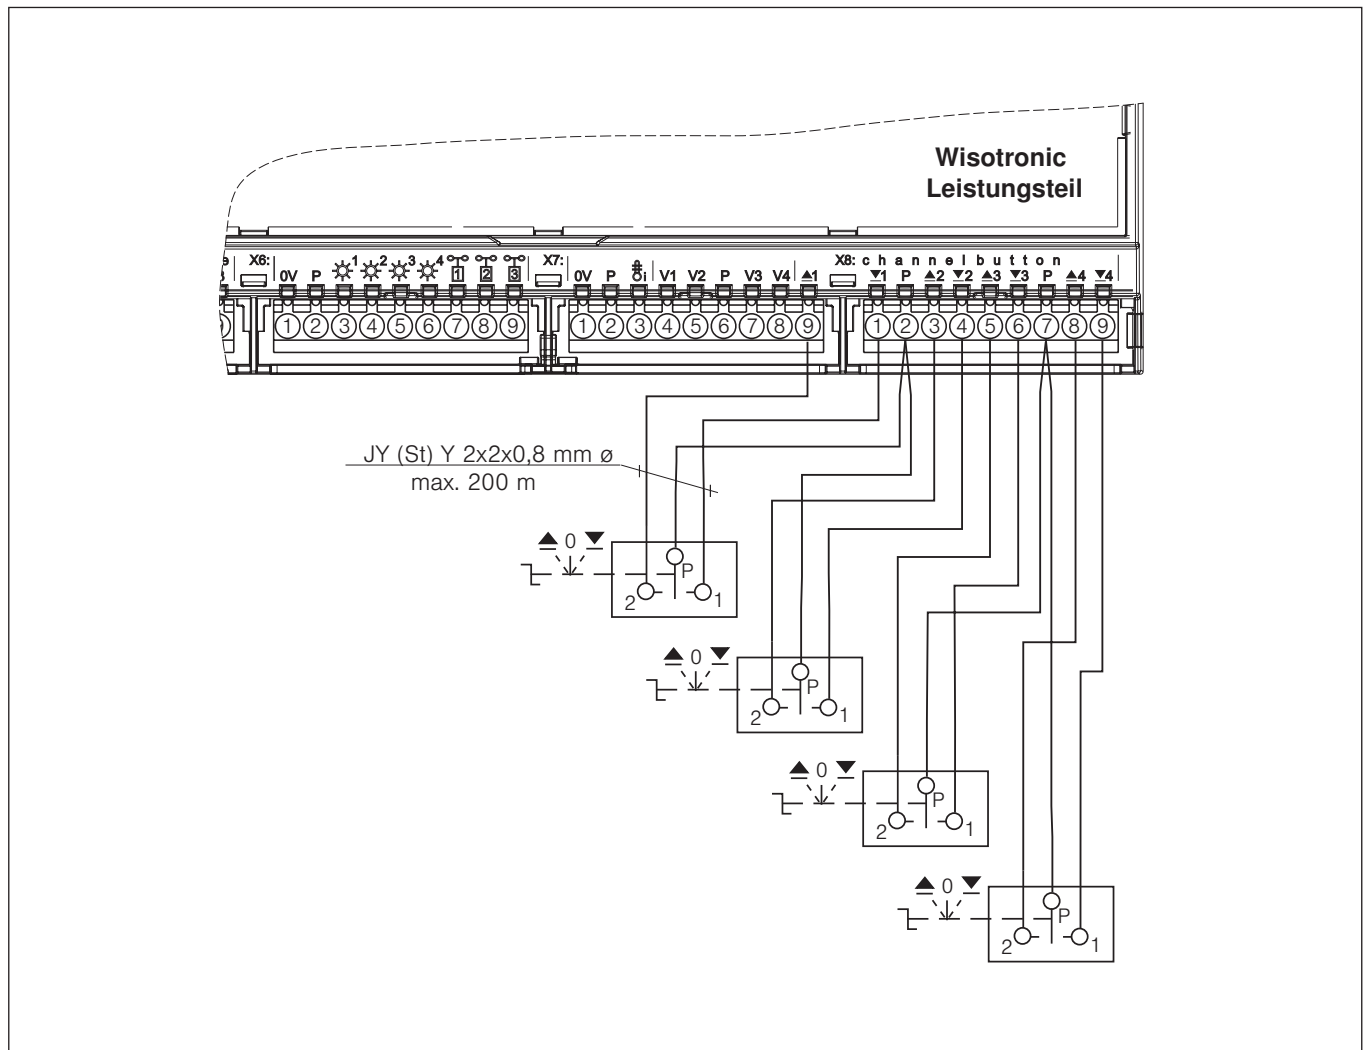

Abb. 23 Anschluss lokale Taster
6.3.6 Lokale Taster	Abb. 23 auf Seite 43